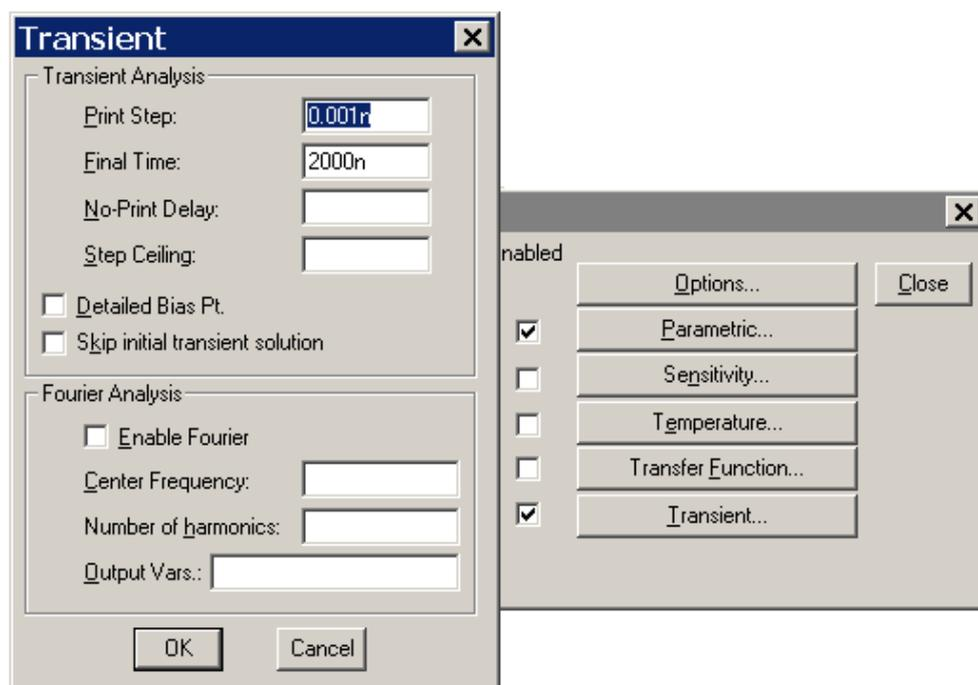

Рисунок 5.11 – Схема для анализа переходных процессов
5.4.2 В окне настройки моделирования (**рис. 5.11**) выбрать тип анализа **Transient**.